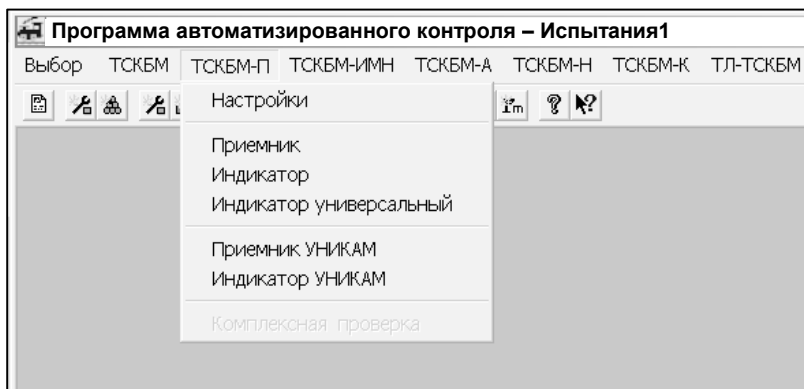

Рисунок 2.48 - Меню Испытания \ ТСКБМ-П \ Приемник
1) В меню Испытания программы Board откройте пункт \ТСКБМ-П\Настройки, см. рисунок 2.48 **Меню Испытания \ ТСКБМ-П.**